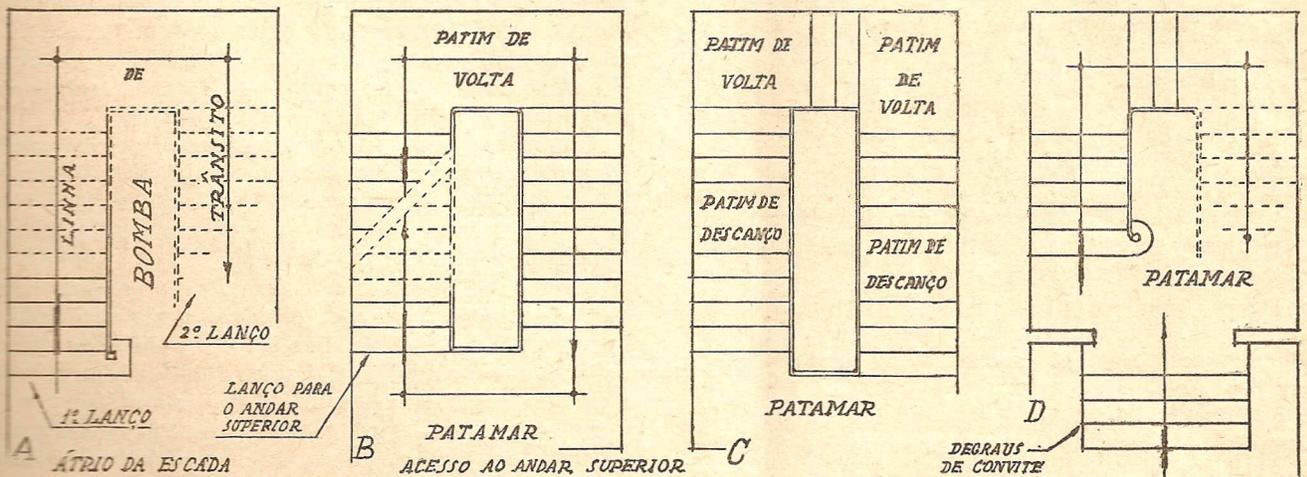

Fig. 6. — PATINS E PATAMARES
ou perpendiculares, como na Figura 6 (B), são *de volta*; e, finalmente, se são os que ligam a escada com o pavimento dos andares do edificio, dando acesso às habitações dos moradores, são os *patamares* (Fig. 6).
A distribuição dos lanços deste tipo de escadas é feita da seguinte maneira (Fig. 6):